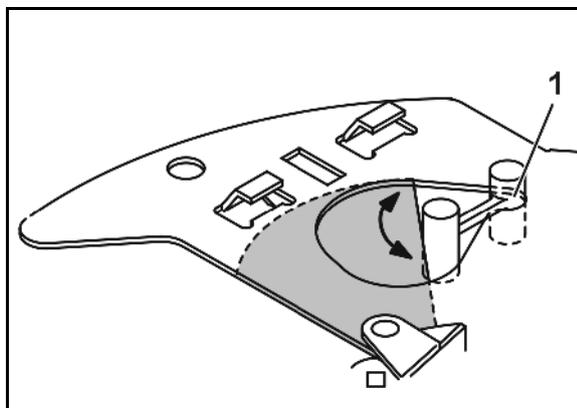

Рис. 77
- Увеличьте открытие на 5 импульсов, пока щуп не будет точно попадать в отверстие (Рис. 77).
- Уменьшите открытие на 5 импульсов, пока щуп не будет точно попадать в отверстие (Рис. 77).